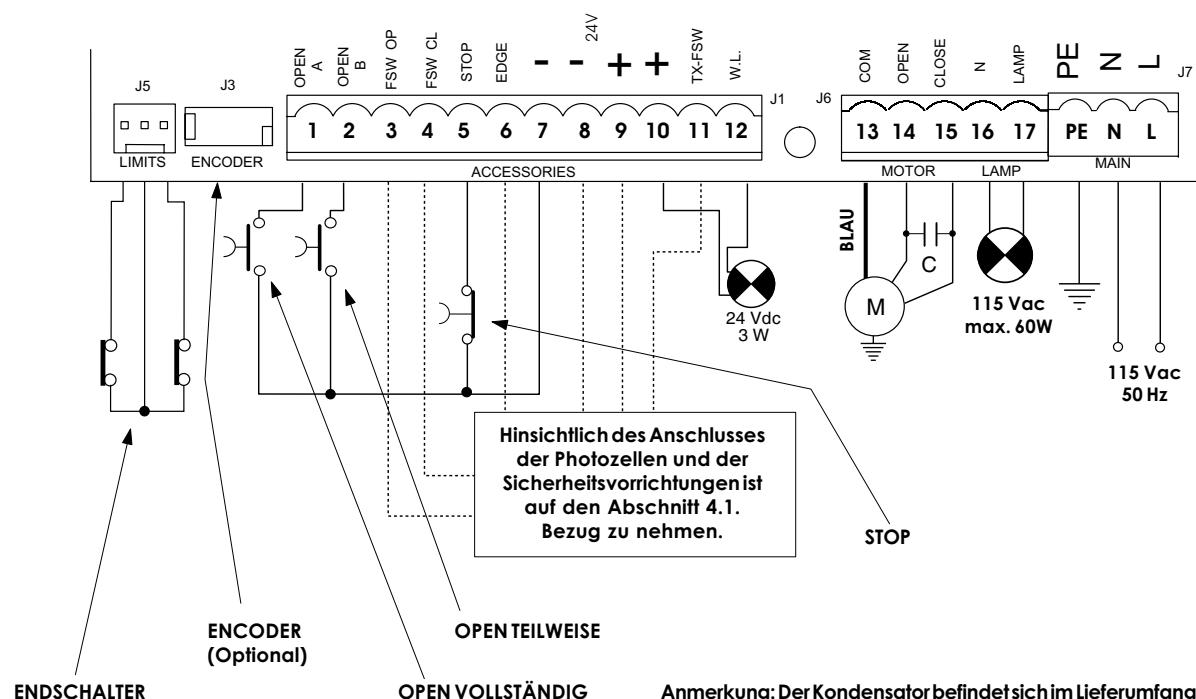

Abb. 2
- Das Erdungskabel ist an die entsprechende Klemme auf dem Stecker J7 des Geräts anzuschließen (siehe Abb. 2).
4.2. Klemmenbrett J7 - Versorgung (Abb. 2)
4.3. Klemmenbrett J6 - Motoren und Blinkleuchte (Abb. 2)
4.4. Klemmenbrett J1 - Zusatzgeräte (Abb. 2)
4.6. Stecker J6 - Schnellanschuß Endschalter (Abb. 2)
Dieser Eingang dient dem Schnellanschuß der Endschalter im Öffnungs- und im Schließvorgang, die den Stopp des Flügels, den Beginn der Abbremsungen oder auch die Bremsung einleiten können (siehe detaillierte Programmierung Kap. 5.2.). Bei den Getriebemotoren, bei denen die Steuerzentrale eingebaut ist, ist dieser Anschluß bereits serienmäßig vorverkabelt (Abb. 2). Für die Öffnungsrichtung des Flügels siehe detaillierte Programmierung Kap. 5.2.
4.7. Stecker J3 - Schnellanschuß Encoder (Abb. 2)